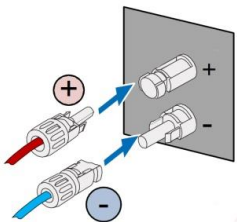

图 5.4 光伏直流组串接入逆变器
- (1) 将已经接好光伏组串的正极和负极连接器接入逆变器直流接口的对应位置，确认紧固连接，如图 5.4 所示；
- (2) 将直流连接器从逆变器拆卸时，用“一”字螺丝刀尖头部位插入连接器中部凸起的孔中，用力将连接器活动端退出即可。